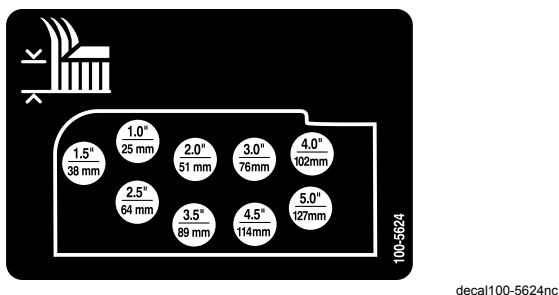

Bild 25
- Montieren Sie die Schnitthöhenketten im gewünschten Schnitthöhenloch und befestigen Sie sie mit dem Splint und dem Lastösenbolzen (Bild 25).